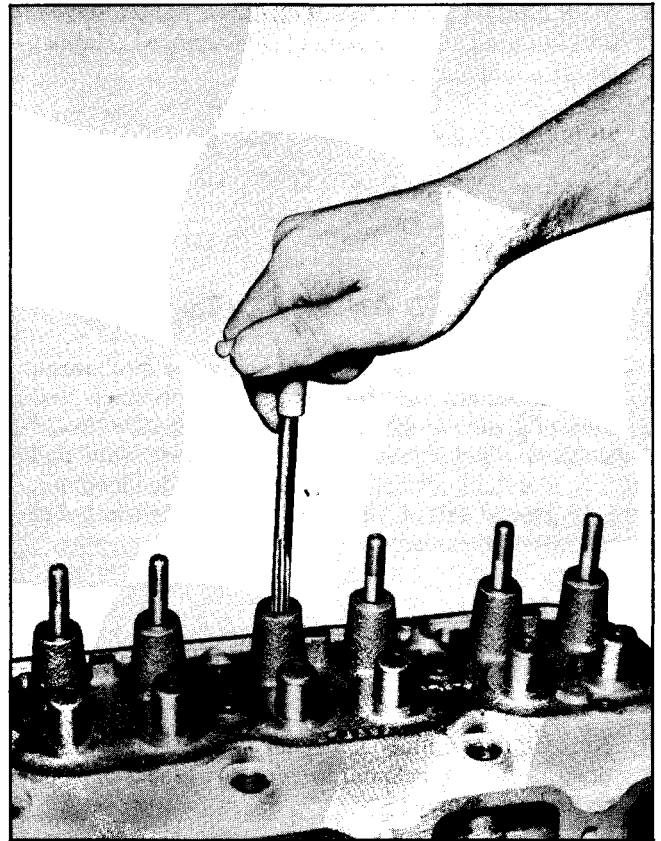

Fig. 6-33 Reaming Rocker Arm Stud Hole
4. Ream rocker arm stud hole if oversize stud is to be used (Fig. 6-33).